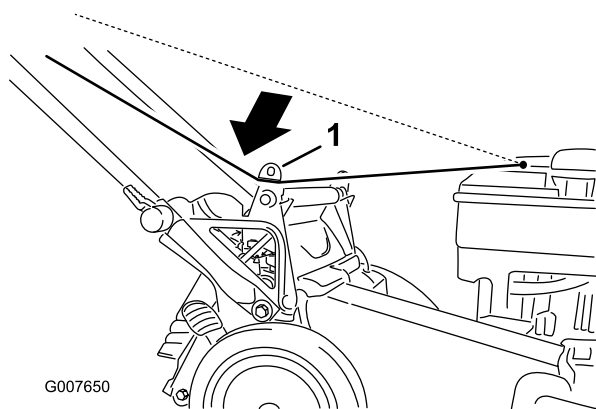

Figura 20
1. Pase la cuerda del arrancador alrededor de la guía de cuerda inferior (Figura 20).